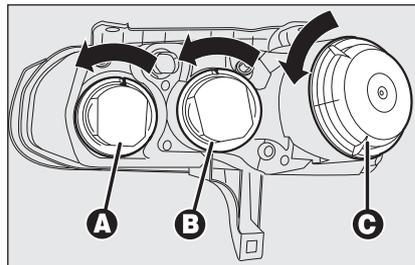

fig. 25/a
- ruotare in senso antiorario il coperchio **A-fig. 25/a**;